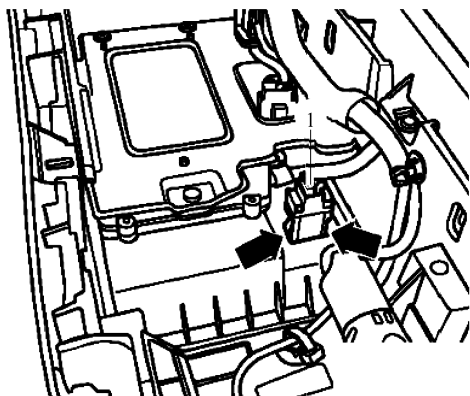

图 5-5-19 拆卸外部音源接头插座
- ① 拆卸中央通道。
- ② 拔下插头 1，并沿箭头方向按压卡子，取出外部音源接头 R199，如图 5-5-19 所示。
(3) 拆卸和安装带 USB 接口的外部音源插头